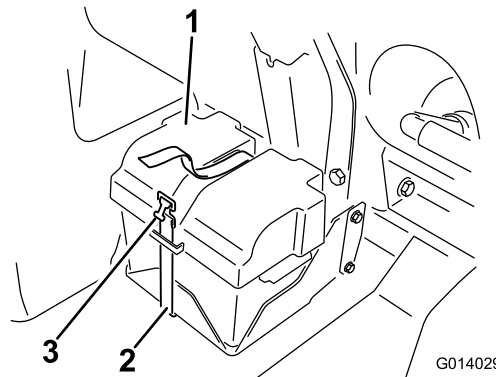

Figura 47
3. Coloque a tampa da bateria e fixe-a com a correia que retirou anteriormente (Figura 47).